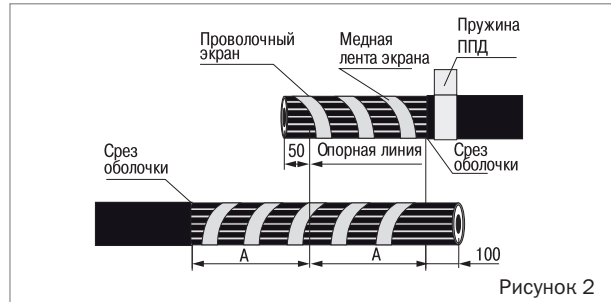

Рисунок 2
- Для облегчения снятия оболочки прогреть её пламенем горелки. Удалить наружную оболочку с концов кабелей до кольцевых надрезов (рисунок 2).